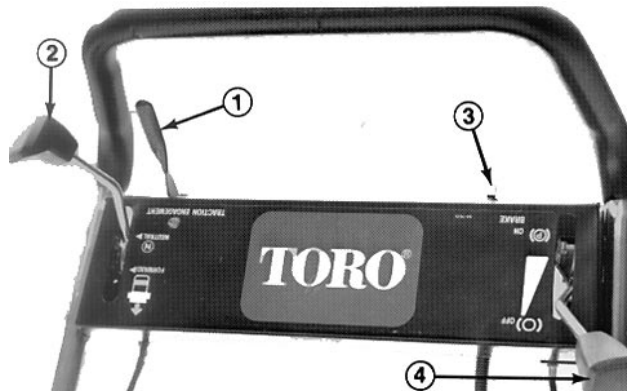
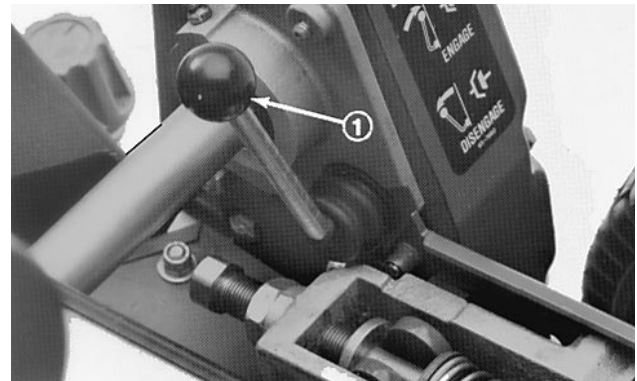

Fig. 12
Fig. 13
Innkoblingshendel for fremdrift (fig. 12)—Sitter foran på høyre side av kontrollpanelet. Hendelen har to stillinger: NØYTRAL og FREMOVER. Skyv hendelen fremover for å koble inn fremdriften.
På/av-bryter (fig. 12)—Sitter til venstre på baksiden av kontrollpanelet. Sett bryteren i stilling PÅ for å starte motoren og AV for å stoppe motoren.
Bremse/parkeringsbremse (fig. 12)—Sitter på venstre forside av kontrollpanelet. Bruk bremsen til å slakke farten eller stoppe klipperen. Bremsen kan også brukes som parkeringsbremse. Trekk hendelen bakover og over senter for å sette parkeringsbremsen på.
Gasskontroll (fig. 12)—Sitter på høyre bakside av kontrollpanelet. Kontrollen har to stillinger: LANGSOM og HURTIG. Motorens turtall kan varieres mellom disse to innstillingene.
Innkoblingshendel for sylindredrev (fig. 13)—Sitter foran til høyre på klipperen. Hendelen har to stillinger: INNKOBLET og UTKOBLET. Trekk hendelen opp for å koble inn sylindren eller skyv den ned for å koble ut sylindren.
1. Pass på at fremdrifts- (fig. 12) og sylinderdrevhendlene (fig. 13) er UTKOBLET.
3. Sett PÅ/AV-bryteren (fig. 12) i stilling PÅ.
4. Sett gasskontrollen (fig. 12) i stilling HURTIG.